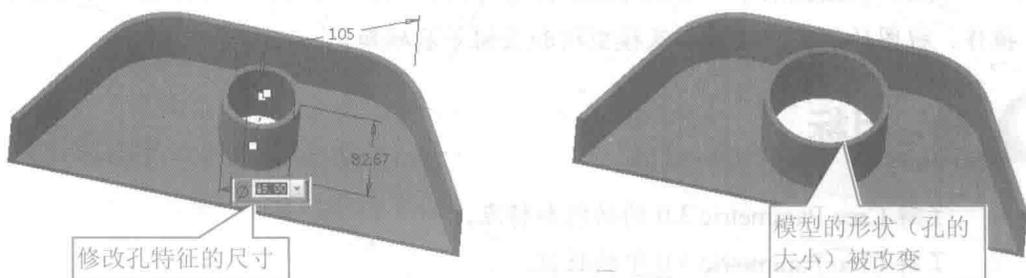

图 1-2 通过修改尺寸调整模型的形状
(2) 参数化设计：在 Creo Parametric 3.0 中，模型的形状是由尺寸驱动的，系统将特征的所有尺寸定义为可变。因此，用户可以随时通过修改尺寸值来调整模型的形状，如图 1-2 所示。